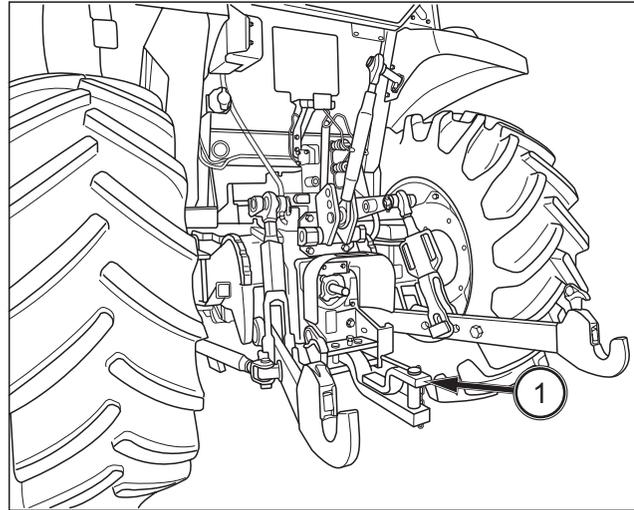

FIG. 87
**FIG. 87 :** L'attelage arrière (1) situé à l'arrière du tracteur permet d'attacher à celui-ci des équipements remorqués. Le tracteur ne dispose pas de circuit de freinage pour la remorque.